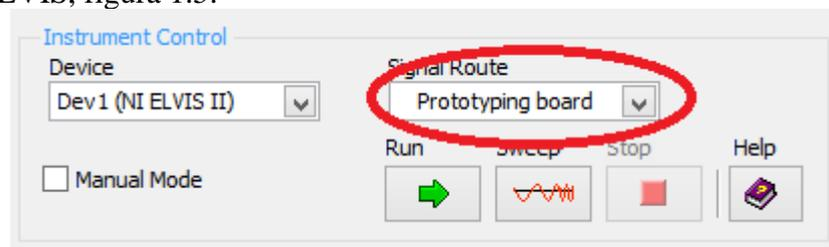

Figura 1.5. Habilitación de la salida del generador en la tarjeta.
- Cambie la configuración del generador, de modo que la salida se tome de la tarjeta del NI ELVIS, figura 1.5.